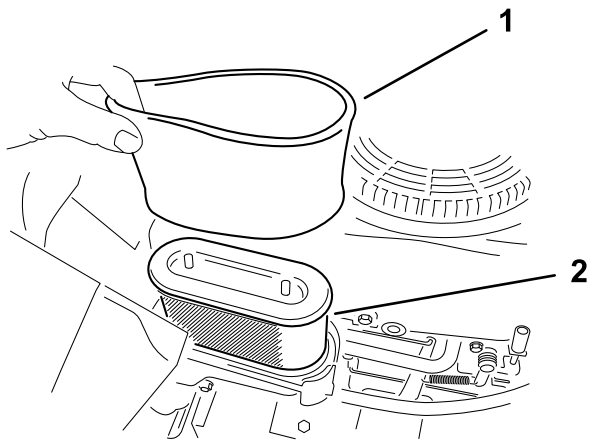

Figure 37
5. Retirez délicatement les éléments en mousse et en papier du boîtier du filtre à air (Figure 37).
Remarque: Remplacez-le s'il est très encrassé (Figure 37).
1. Placez l'élément en mousse sur l'élément en papier (Figure 37).